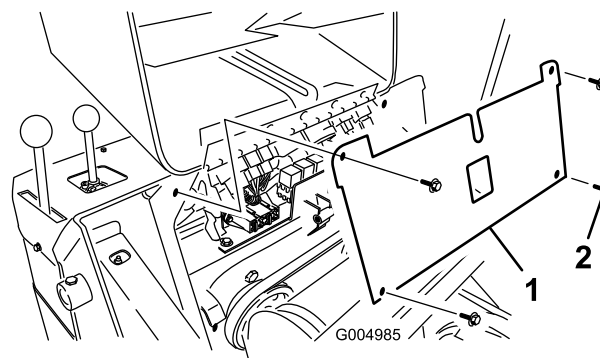

Figura 42
4. Rimuovere le 4 viti che fissano il portafusibili, quindi estrarre il pannello tirandolo verso l'alto (Figura 42).